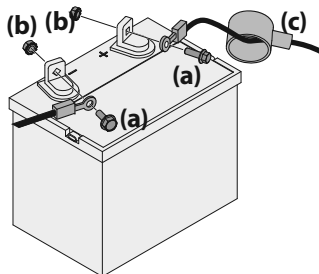

Figura 13
1. Retire la cubierta plástica, si está presente, del cable positivo de la batería. Conecte el cable rojo al borne positivo de la batería (+) utilizando el perno (a) y la tuerca hexagonal (b). Consulte la Figura 13.
2. Retire la cubierta plástica, si está presente, del borne negativo de la batería y conecte el cable negro al borne negativo de la batería (-) utilizando el perno (a) y la tuerca hexagonal (b). Consulte la Figura 13.